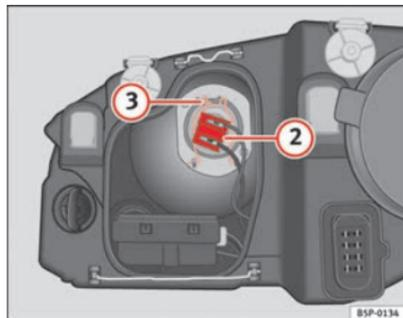

Fig. 180 Feux de croisement
- Retirez le connecteur ⇒ fig. 180 ② de l'ampoule.
- Décrochez le ressort entrebâilleur ⇒ fig. 180 ③ en le pressant vers l'intérieur et vers la droite.